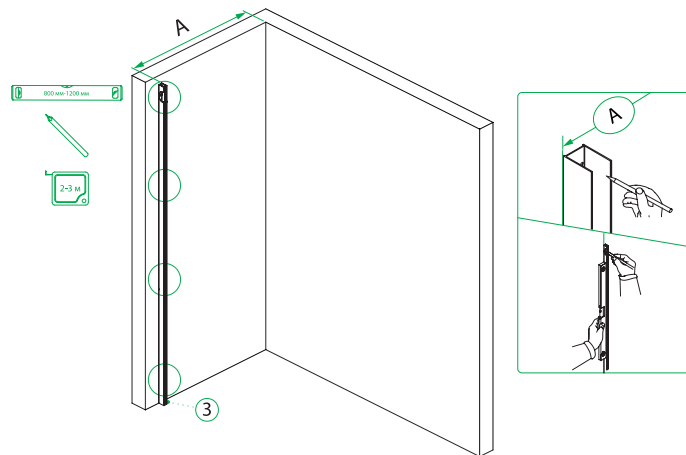

Рис. 5/5-сур.
- Приложите пристенный профиль к стене, выровняйте по уровню и произведите разметку отверстий для шурупов (рис. 5).